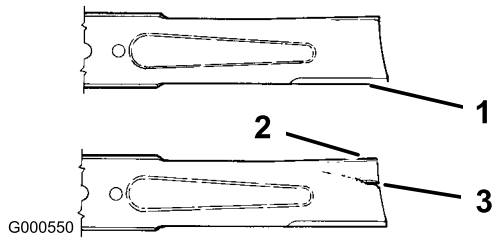

Bild 35
1. Untersuchen Sie die Schnittkanten (Bild 35). Bauen Sie, wenn die Kanten nicht scharf sind oder Kerben aufweisen, die Schnittmesser aus und schärfen sie; siehe Schärfen der Messer.
2. Prüfen Sie die Schnittmesser, insbesondere den gebogenen Bereich (Bild 35). Montieren Sie, wenn
Sie Schäden, Verschleiß oder Rillenbildung in diesem Bereich feststellen (Bild 35), sofort ein neues Schnittmesser.